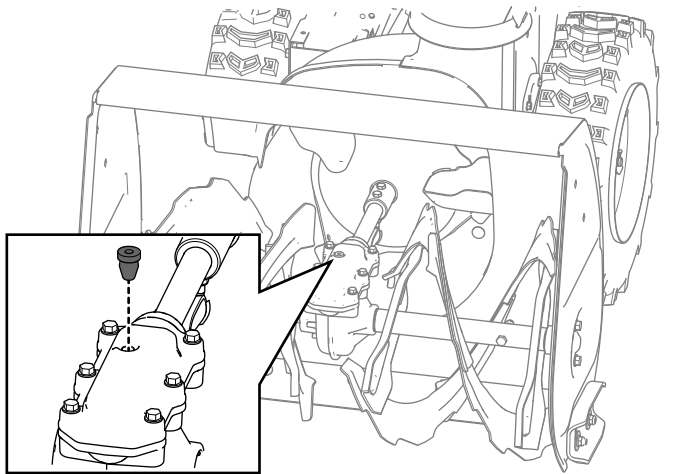

Bild 28
2. Reinigen Sie den Bereich um den Rohrverschluss und entfernen Sie den Rohrverschluss vom Getriebe (Bild 28).